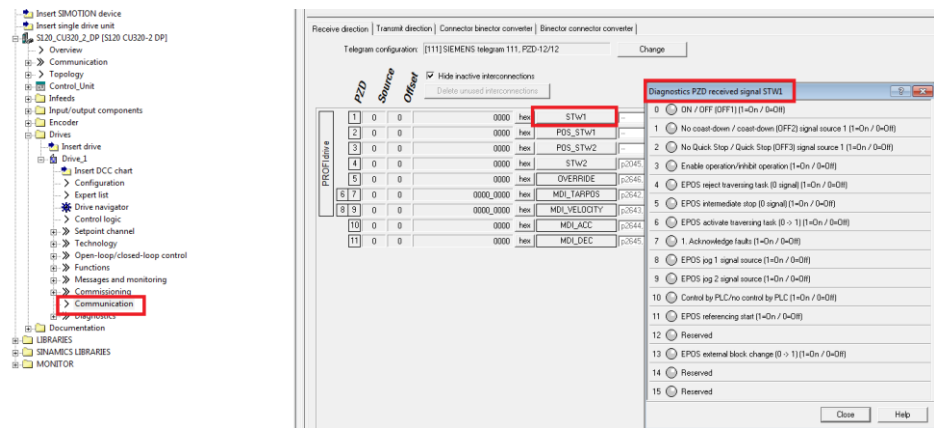

图 2-1 报文查询方法
(2) 通过 STARTER、SCOUT 软件中通讯页面中查询, 如图 2-1 所示。